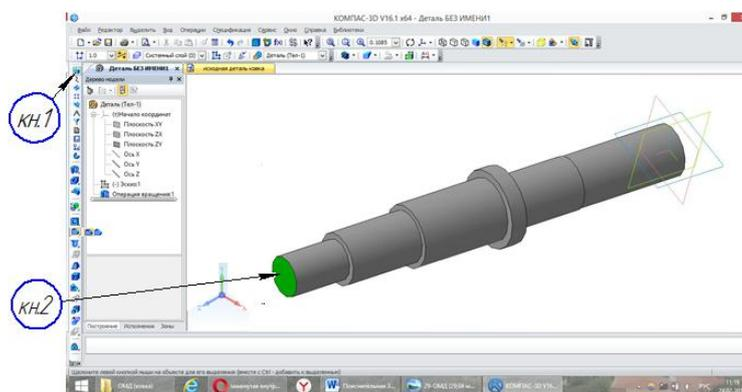

Рисунок 47 – Плоскость расположения фаски
1) На компактной панели «Переключения» активируем (если не включена) кнопку *кн.1*, «Редактирование детали». На выпадающем пеню появляются кнопки выбора (Инструментальная панель). Перекрестие кнопки мыши устанавливаем на торцевую поверхность вала кнопкой *кн.2* и щелкаем левой кнопкой. Поверхность окрашивается в зеленый цвет (рисунок 47).